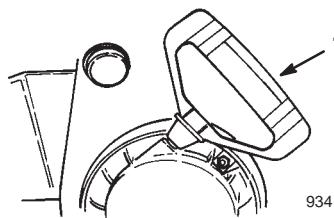

Bild 20
- **Rücklaufstarter** (Bild 20) – Der Rücklaufstarter befindet sich hinten am Motor. Ziehen Sie den Rücklaufstarter zum Anlassen des Motors.
8. Ergreifen Sie den Rücklaufstartergriff (Bild 20) und ziehen Sie ihn langsam heraus, bis ein Widerstand zu spüren ist. Ziehen Sie dann kräftig durch, um den Motor zu starten.